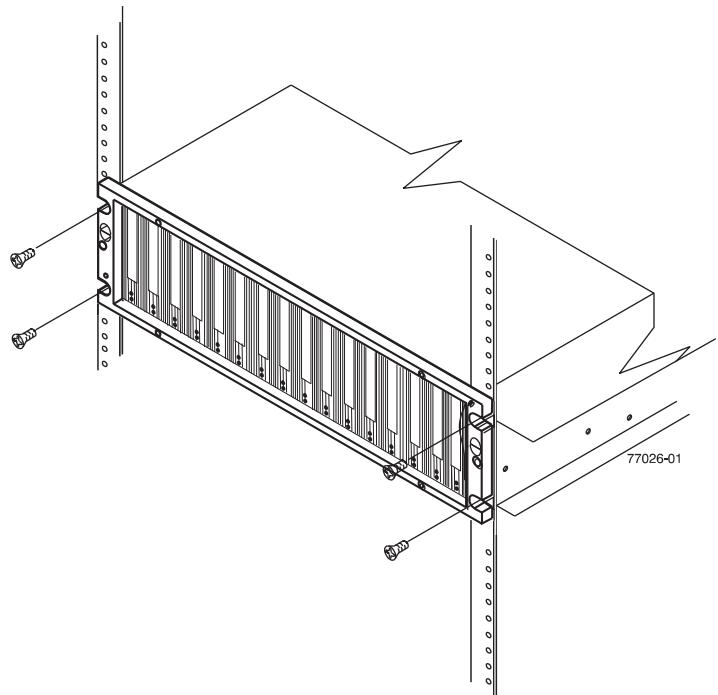

図13. ラックへのストレージ拡張エンクロージャーの固定
4. ストレージ拡張エンクロージャーを固定します。34 ページの図 13 に、ストレージ拡張エンクロージャーをラックに固定する方法を示します。
- c. ストレージ拡張エンクロージャーの前面を 4 個の M5 ねじを使用して、34 ページの図 13 に示すように固定します。